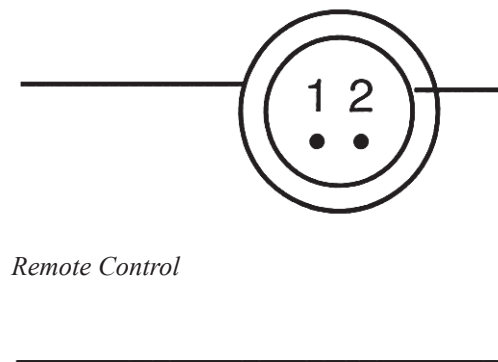

Рисунок 6
- ◆ Насос DFD имеет интерфейс дистанционного управления; управляющий сигнал представляет собой сухой контакт, который может быть нормально замкнутым или нормально разомкнутым (Рисунок 6).